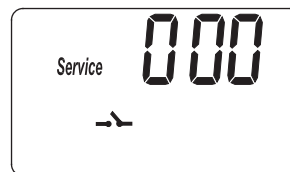
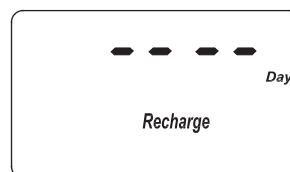
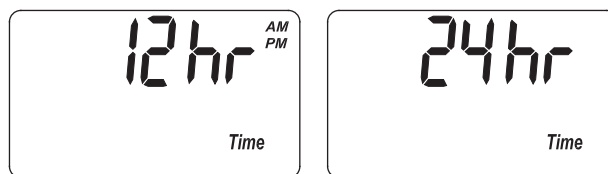

FIG. 30
FIG. 31
FIG. 32
1. Mantenga oprimido el botón PROGRAM (Programar) hasta que aparezca la pantalla que se indica en la Fig. 30. Cuando ello ocurra, oprima cuatro veces el botón PROGRAM (Programar) y aparecerá la pantalla que se indica en la Fig. 31.
1. Mantenga oprimido el botón PROGRAM (Programar) hasta que aparezca la pantalla que se indica en la Fig. 30. Cuando ello ocurra, oprima cinco veces el botón PROGRAM (Programar) y aparecerá una de las dos pantallas que se indican en la Fig. 32.